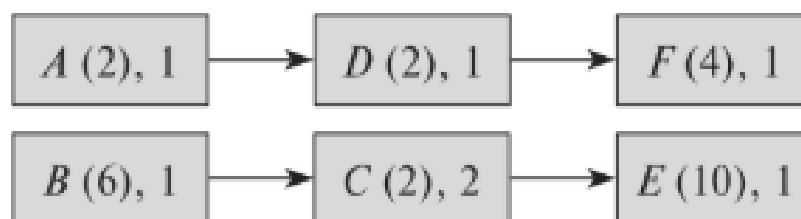

Рисунок 8. – к задаче 3
**Задача 3.** Постройте расписание по CCS. Количество ресурсов – 2 ед., продолжительности указаны с вероятностью 90% (рис. 8). Базовый метод выравнивания ресурсов – SLK. Постройте качественное устойчивое расписание, наилучшим образом защищающее дату окончания проекта.